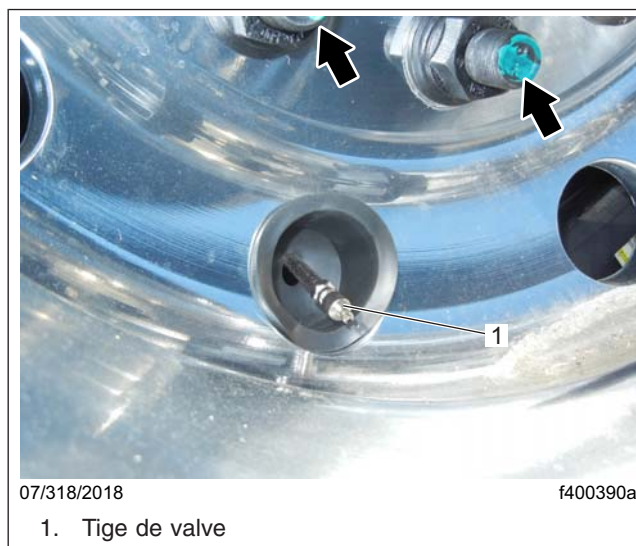

Fig. 13, Marquage des goujons de roue
5. Faites une marque sur les deux goujons de roue les plus proches du corps de valve, comme illustré sur la **figure 13**, pour faciliter le positionnement correct de l'ensemble de roue lors de sa remise en place sur le moyeu.